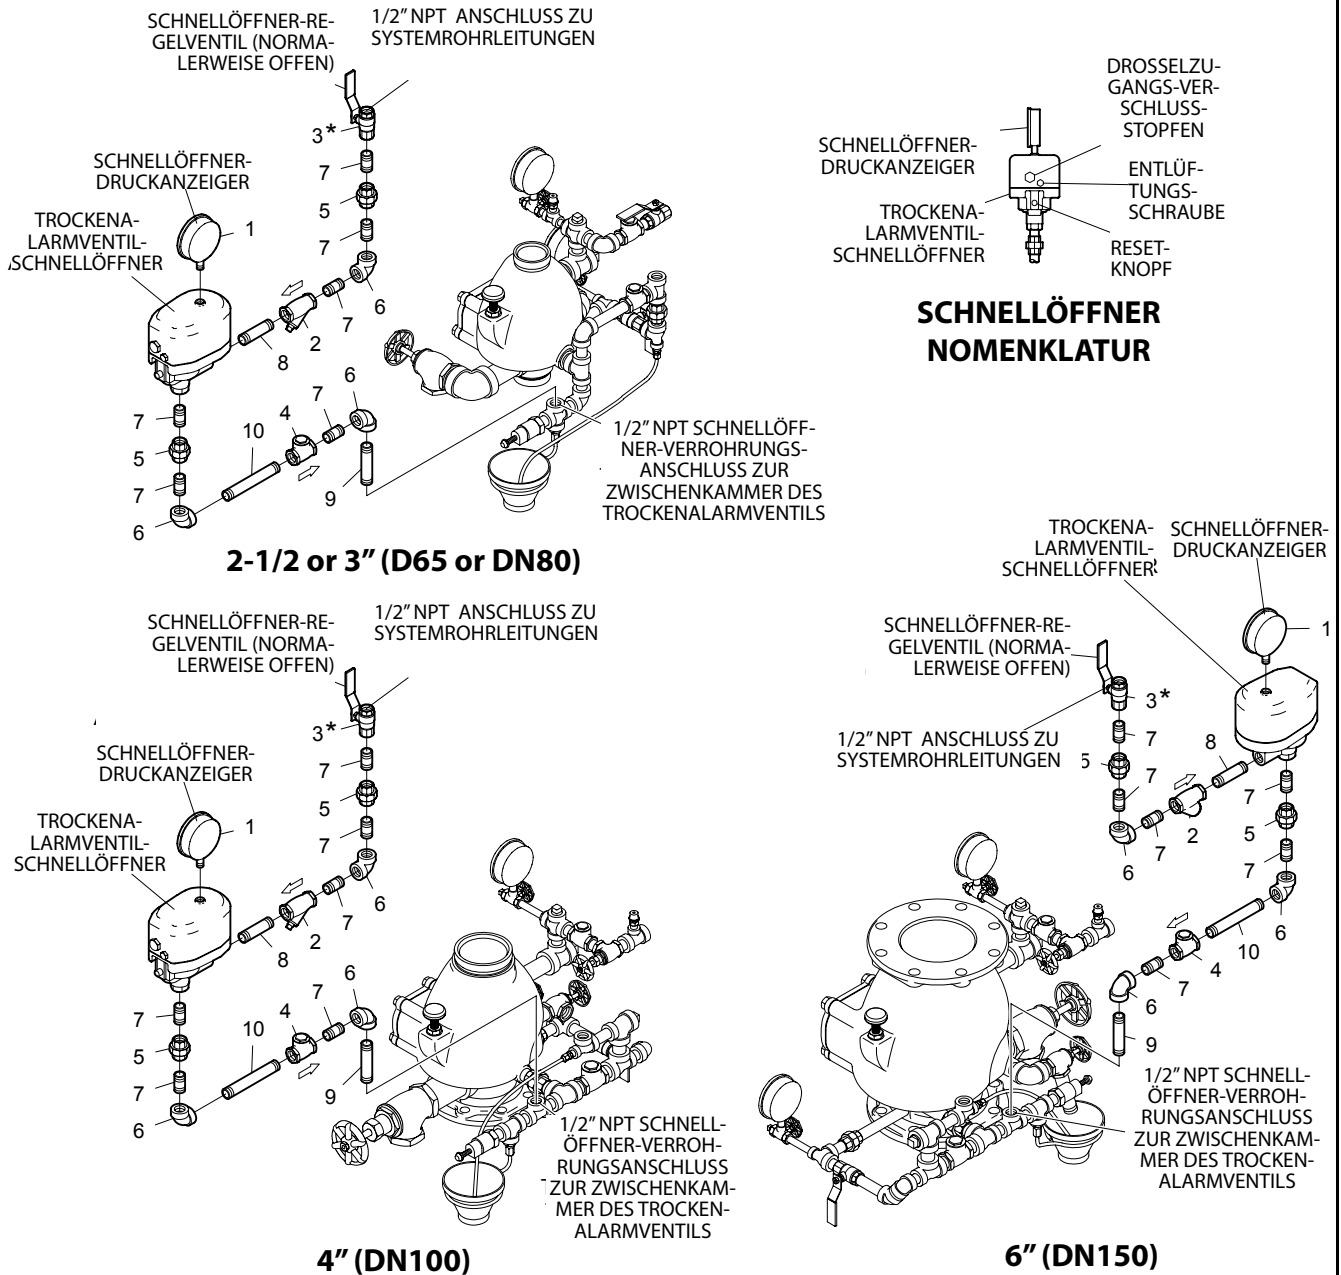

ABBILDUNG 4
Der Anschluss an die Systemrohrleitungen, Abb. 4, muss so realisiert werden, dass kein Ablasswasser in die Schnellöffnerrohre dringt und an einer Stelle, die überhalb des max. erwarteten Niveaus von Ablass-/Kondenswasser liegt.
Schritt 1: Der Schnellöffner muss vertikal positioniert und so verrohrt werden, wie in Abb. 4 dargestellt. Rohrgewindedichtungsmittel dünn und nur auf die Außengewinde auftragen.